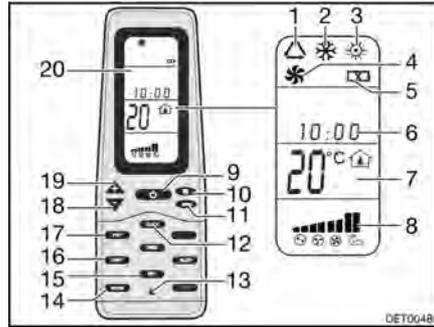

Fig. 147 Telecomando
- Premere il tasto ON/OFF (Fig. 147,9).
- Premere il tasto "Mode" (Fig. 147,11) spesso, finché la modalità desiderata (Fig. 147,1, 2, 3 o 4) viene visualizzata sul display (Fig. 147,20).
- Impostare la temperatura desiderata con i tasti "+" (Fig. 147,19) e "-" (Fig. 147,18).
- Con il tasto velocità dell'aria (Fig. 147,10) selezionare il livello desiderato per la ventola.